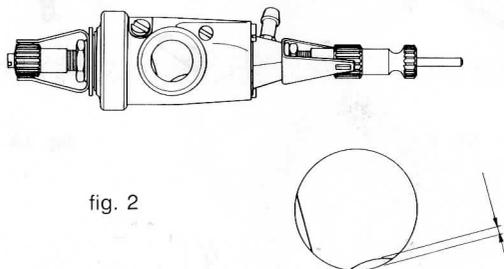

fig. 2
- 1) Regolate l'apertura minima della valvola. Chiudete o aprite la vite di arresto di quest'ultima «3» finché, a valvola chiusa, non vedrete una fessura di un millimetro. (fig. 2).